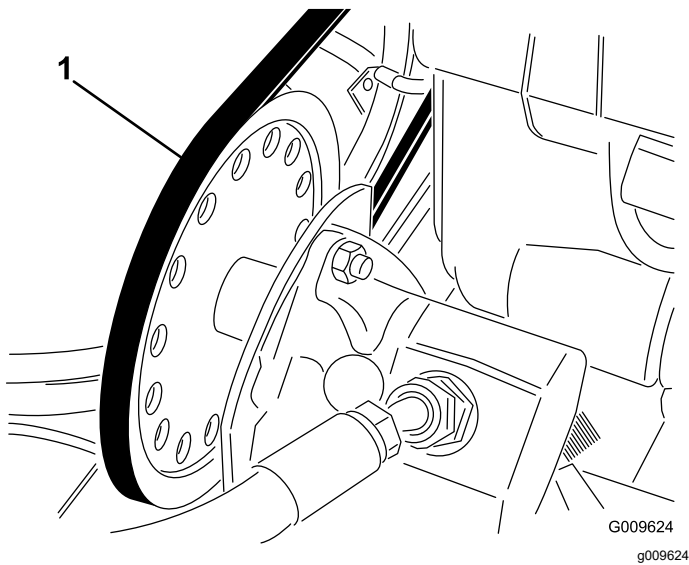

Figura 56
- Afloje las tuercas que sujetan la bomba hidráulica al bastidor del motor (Figura 56).